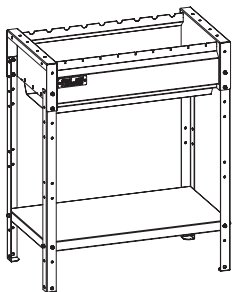

Рис. 17.
- Развернуть мангал ножками вниз (рис. 17).